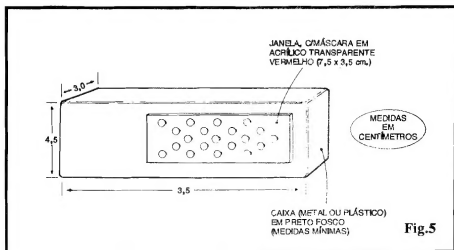

Fig.5
- FIG. 5 - CAIXA E ACABAMENTO EXTERNO... - Na sua configuração básica (o "modelito", certamente, aceita muitas variações, a critério do gosto estético e da criatividade de cada um...), o circuito do **SESEQ** pode ser acondicionado num *container* retangular, com as dimensões mínimas relacionadas na figura, e contendo uma "janela" (dimensões básicas também indicadas no diagrama...) para visualização do *display* de 20 LEDs, recoberta por um filtro de acrílico transparente vermelho (para melhoria do desempenho ótico do sistema...). Ainda por razões estéticas e de favorecimento da própria visualização, convém que o acabamento externo da caixa seja em preto fosco... A fiação de alimentação e controle, poderá sobressair de uma das laterais do *container* ou ainda do fundo deste... Dependendo também da instalação final do par de módulos (nunca esquecer que são necessários **dois** conjuntos completos do **SESEQ**...), serão ainda necessários alguns implementos de fixação, como braçadeiras, suportes em "L", parafusos, etc. Outra possibilidade prática para a fixação dos módulos do **SESEQ** consiste na utiliza-